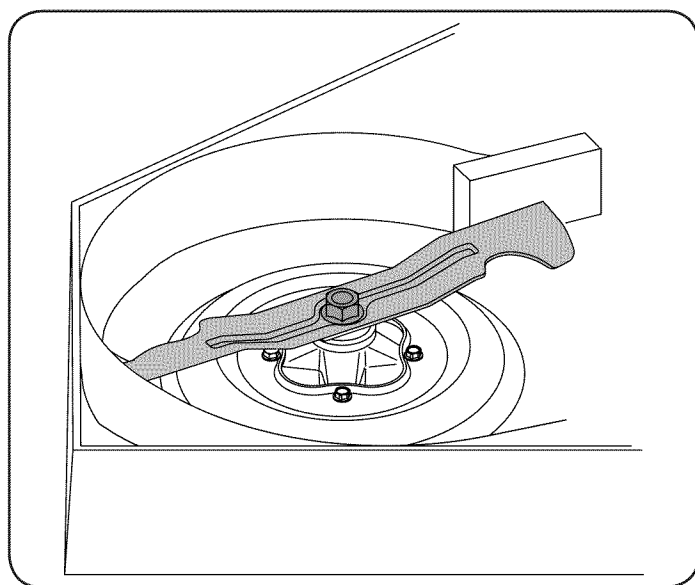

Figura 40
2. Envuelva un extremo de la cuchilla con un paño y sujétela para evitar que gire, o inmovilice la cuchilla colocando un bloque de madera entre la cuchilla y el alojamiento de la plataforma. Vea la Figura 40.